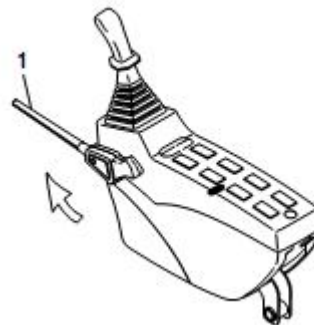

Рисунок 18
3. Установите рычаг блокировки (1, рисунок 18) в положение «UNLOCK» («РАЗБЛОКИРОВКА»).